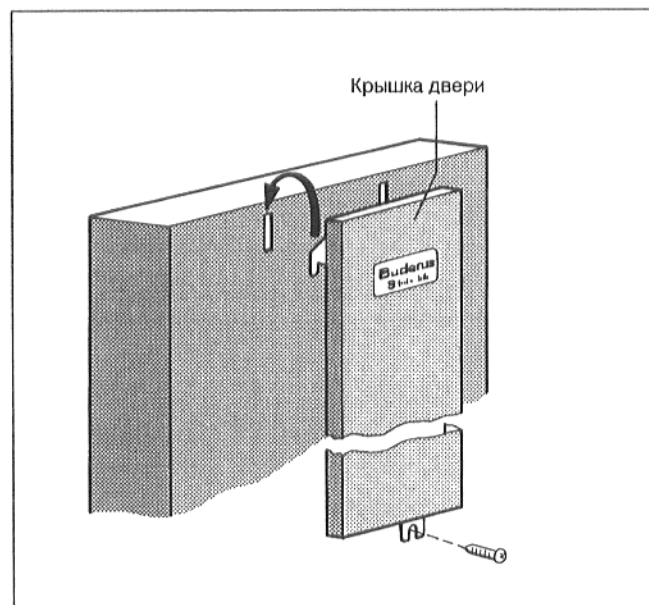

Рис. 19
- Вставить крышку двери котла обоими крюками в шлицы двери корпуса котла (Рис. 19).
- Плотно привинтить крышку к двери корпуса котла посредством саморезующего винта (Рис. 19).